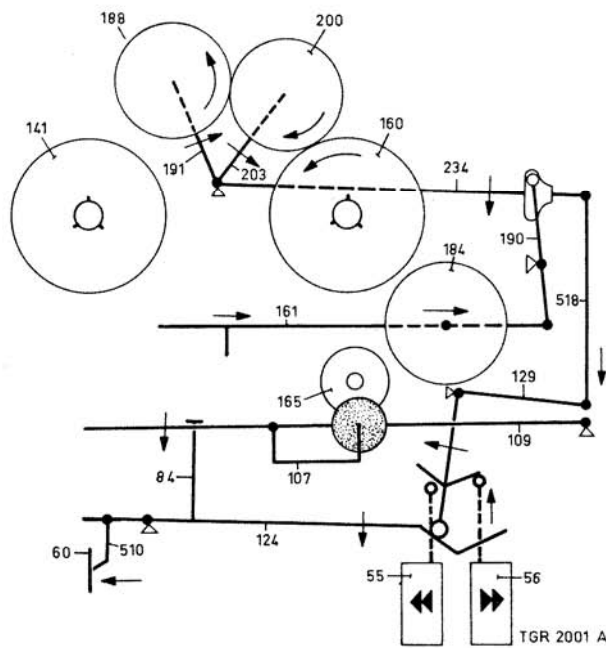

Fig. 9
### Situatie in stand snel voorwaarts spoelen (wind), zie fig. 9
Wordt bij ingedrukte "pauze"-toets ook nog de "wind"- of "rewind"-toets ingedrukt, dan wordt de "pauze"-toets automatisch via beugels pos. 124, 510 en 60 ontgrendeld (zie fig. 9 en 10).